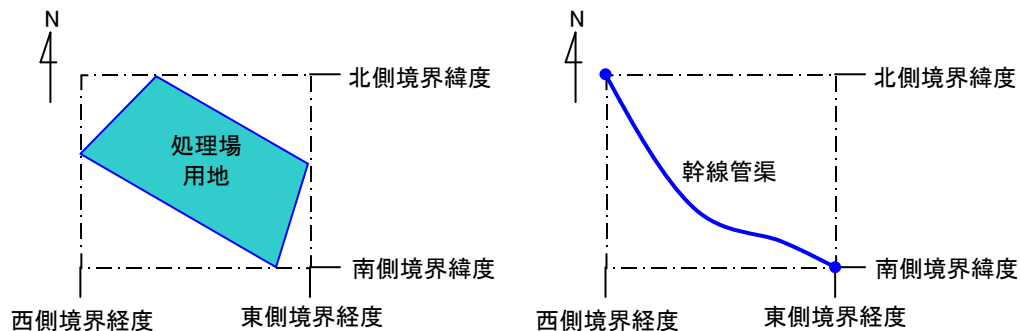

図 4-1 境界座標が示す範囲
(11) 水系・路線情報 JS
(12) 測地系、境界座標情報 JS
- 境界座標情報は、当該業務の対象範囲を囲む矩形の領域を示し、西側及び東側の経度と北側及び南側の緯度を各々度（3 桁）分（2 桁）秒（2 桁）で表される 7 桁の数値を記入する（例：0350205 北緯 35° 2′ 5″）（図 4-1 参照）。該当が無い場合は「99999999」（8 桁）。（図 4-1 参照）。なお、対象領域が南緯及び西経の場合は頭文字に「-」（HYPHEN-MINUS）を記入する。